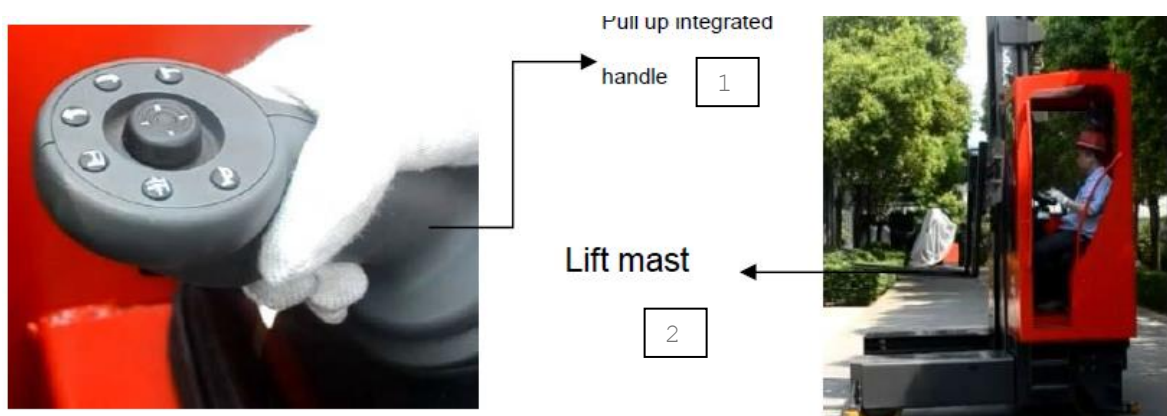

Рис. 4-3-6:
4.3.3.1. Нужно медленно потянуть вверх интегрированную рукоятку, чтобы поднять мачту (см. Рис. 4-3-6). Чем больше ход рукоятки на подъем, тем больше скорость подъема.